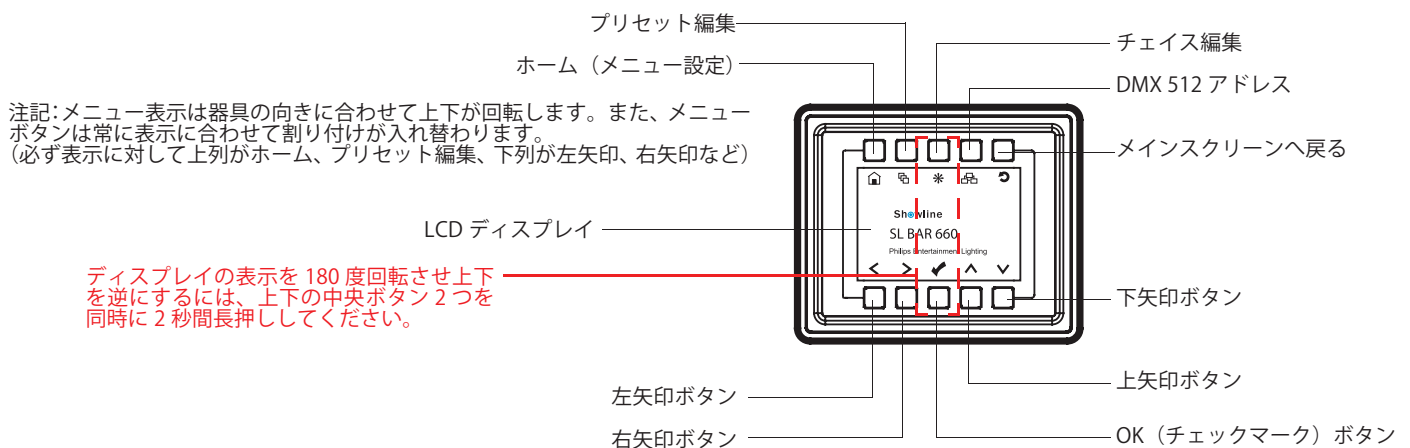

図 8： LCD ディスプレイとメニューシステム
- Step2. メニューカテゴリーにアクセスするために希望のボタンを押してください。（図 8 を参照）